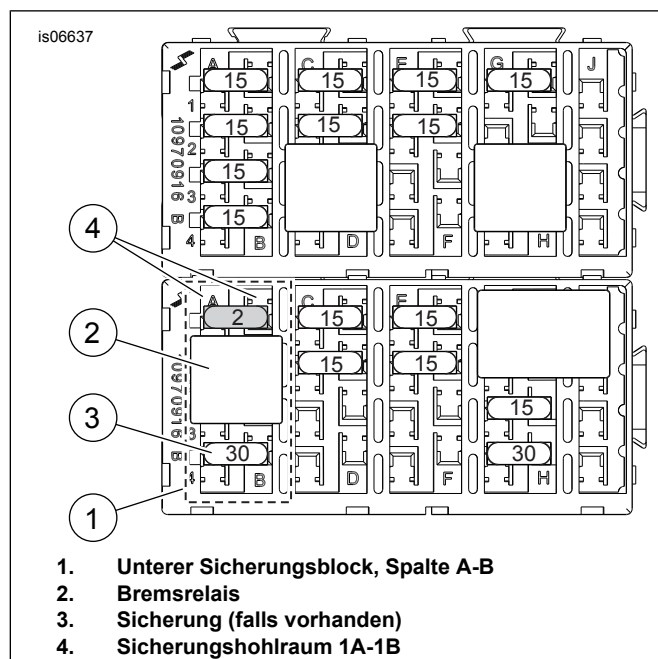

Abbildung 11. Sicherungshohlraum „P&A IGN“ (Touring-Modelle ab 2008)
3. Siehe Abbildung 11. Sicherungshohlraum 1A-1B (markiert mit „P&A IGN“, „2A MAX“ auf dem Deckel) am unteren Sicherungsblock (1) suchen. Das Bremsrelais (2) und die Sicherung (3, falls vorhanden) ausfindig machen, die gegenwärtig in Spalte A-B eingebaut sind, und deren Lage notieren.